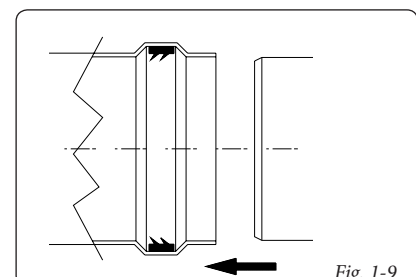

Fig. 1-9
**Posizionamento delle guarnizioni a doppio labbro.** Per un corretto posizionamento delle guarnizioni a labbro su gomiti e prolunghe, occorre seguire il senso di montaggio rappresentato in figura (Fig. 1-9).